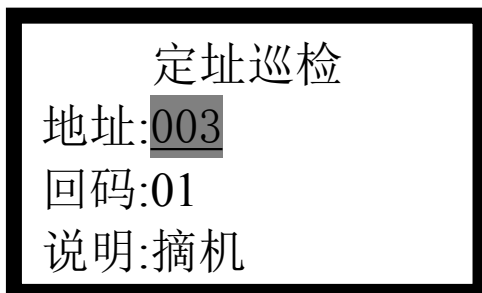

图 4-13
- 选择“1. 定址巡检”，进入如图4-13所示的提示界面，输入地址号，按【菜单/确认】键即可查询该地址的状态。